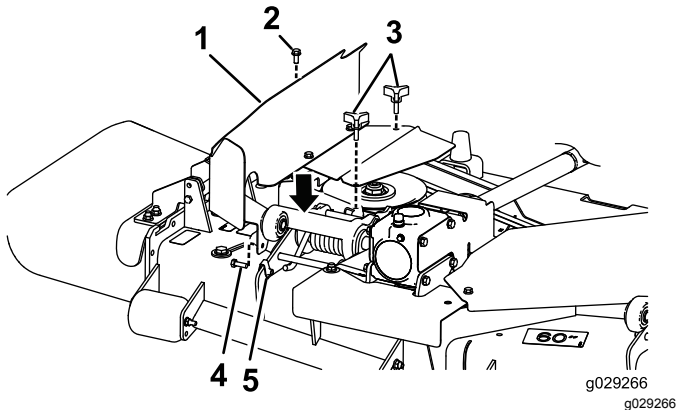

Figura 10
1. Para plataformas sem o sistema de recolha de relva instalado: Instale o conjunto do resguardo direito (Figura 10).